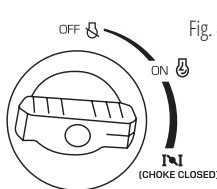

Fig. 4
3. Setati comutatorul motor multifuncțional pe poziția „OFF” (Fig. 4).